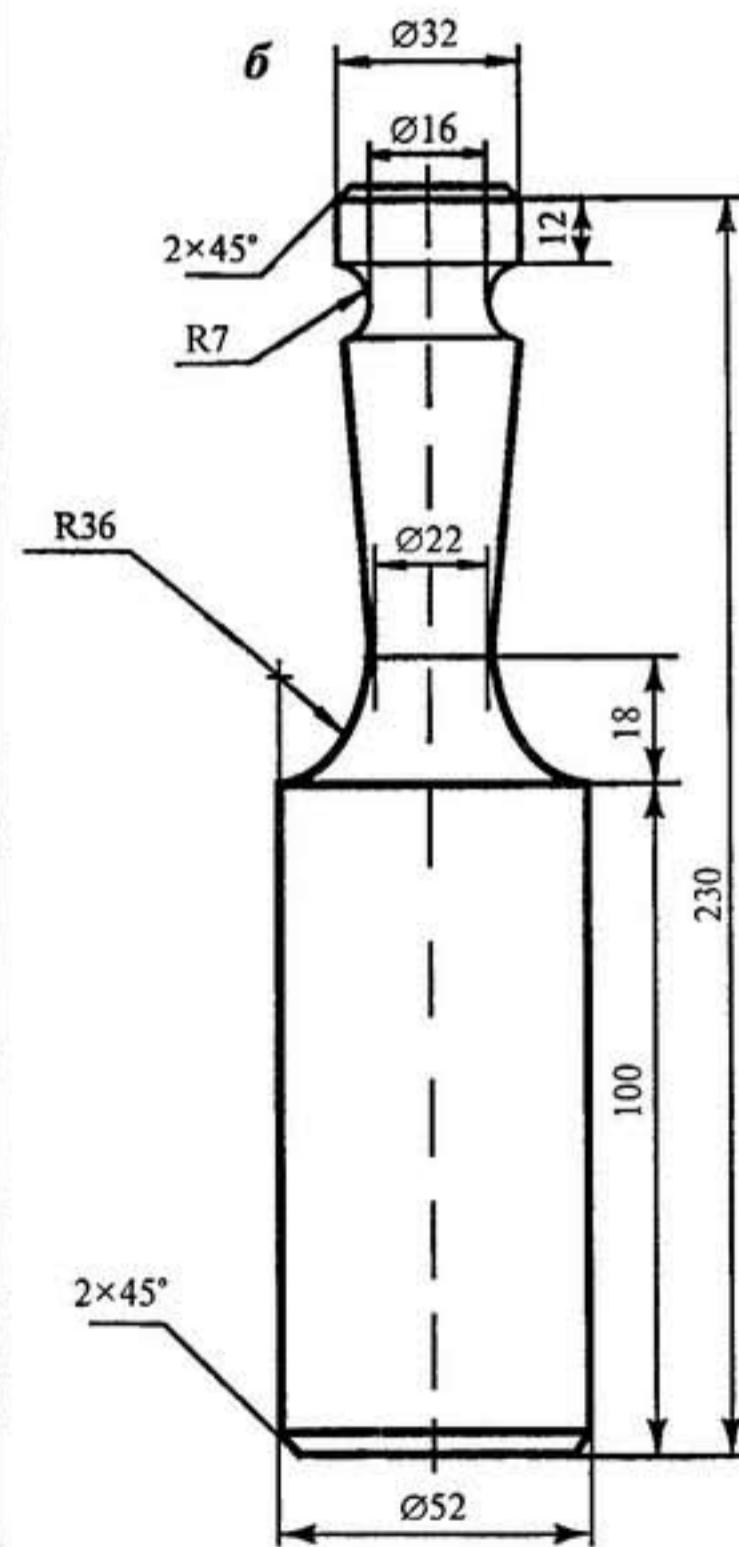

Рис. 208
3. Для скалки (рис. 208, а) и толкушки (рис. 208, б) необходимы два бруска, в сечении которых должны быть квадраты: 45 и 55 мм. Эти предметы проще всего изготовить на токарном станке в школьной мастерской. Если такой возможности нет, их можно сделать и вручную.